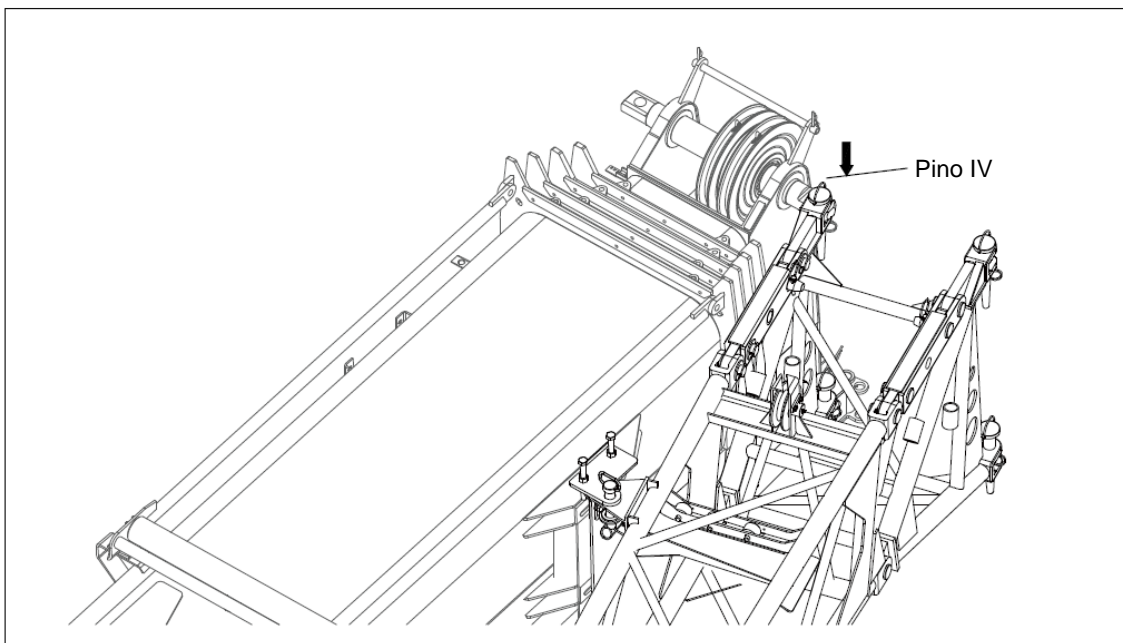

Figura 5-5 Instalação do pino IV
- h) Alinhe a extremidade do braço com os pontos de conexão na extremidade da lança. Instale o pino IV e o grampo de retenção. Consulte a figura 5-5.